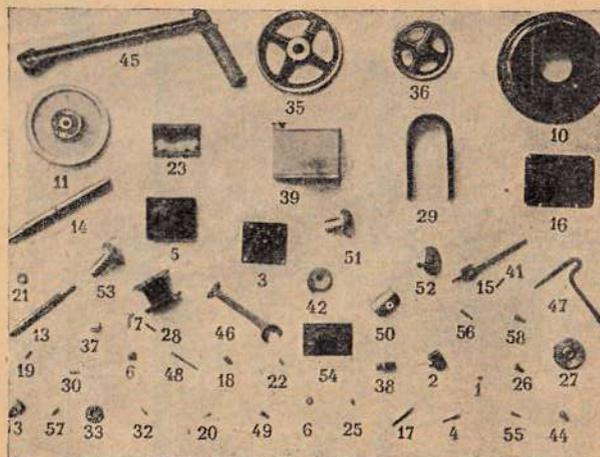

Рис. 12. Части привод-магнето.
Рис. 12а. Запасные части привода-динамо „Л.Ф.К.Т.“
Самому быстрому износу подвержены зубчатка (35 — рис. 12а), подшипник (37) и другие части, изображенные на рисунке. Эти части, а в особенности ось и подшипник, изнашиваются еще больше оттого, что тяжелый маховик сильно давит своим весом на ось и подшипник. К тому же эта ось вращается со скоростью в несколько тысяч оборотов в минуту. Меньшему износу подвержены зубчатки (15 и 35 — рис. 12а) и следовательно их оси и подшипники.